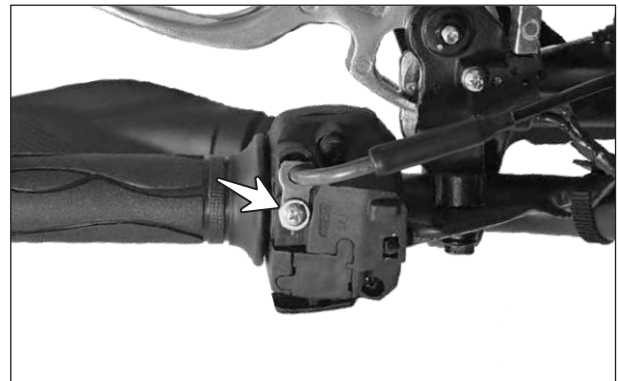

Fig. 2.40
- Retire el tornillo que asegura el cable del acelerador, de la parte interior del comando derecho. (Fig. 2.40)